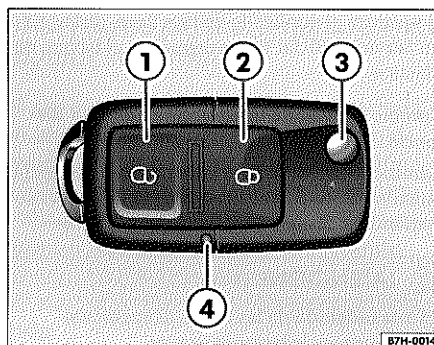

Fig. 17 Llave con mando a distancia para vehículos sin puertas corredizas eléctricas
- Pulse la tecla ⇒ página 26, fig. 17 ① o ② de la llave con mando a distancia.
- Despliegue el paletón de la llave presionando el botón ⇒ página 26, fig. 17 ③.